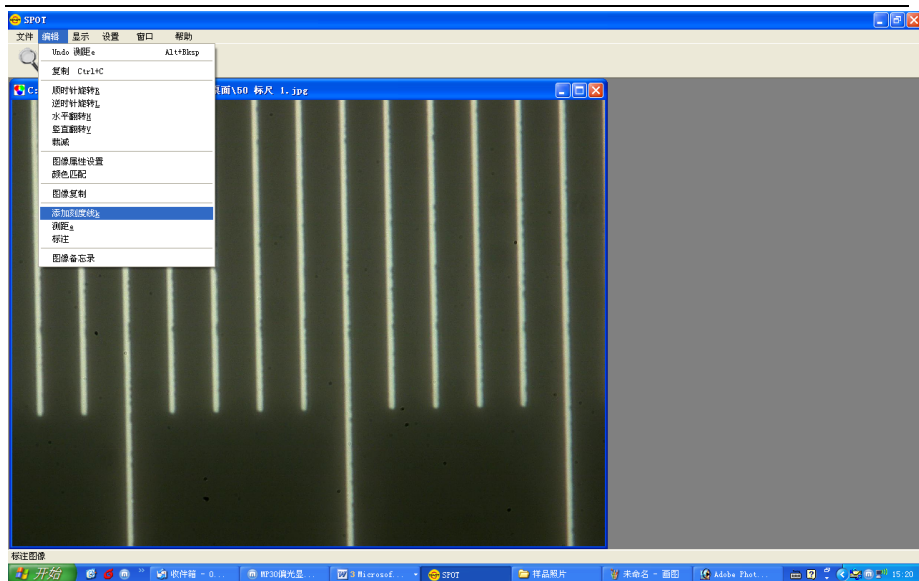

图 5
6. 标记好所有物镜的显微刻度后, 就可以在同等参数下对显微图片加“标注”和“测距”了; 打开需要标记测量的图像, 点击“编辑”栏的“添加刻度线”(图 5);